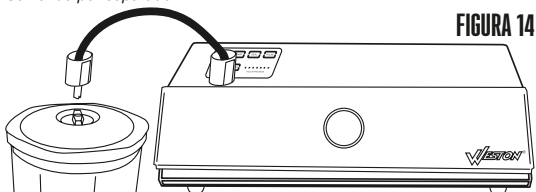

FIGURA 14
4. Inserte el otro extremo de la manguera de accesorios en el puerto de la tapa de la lata. FIGURA 14